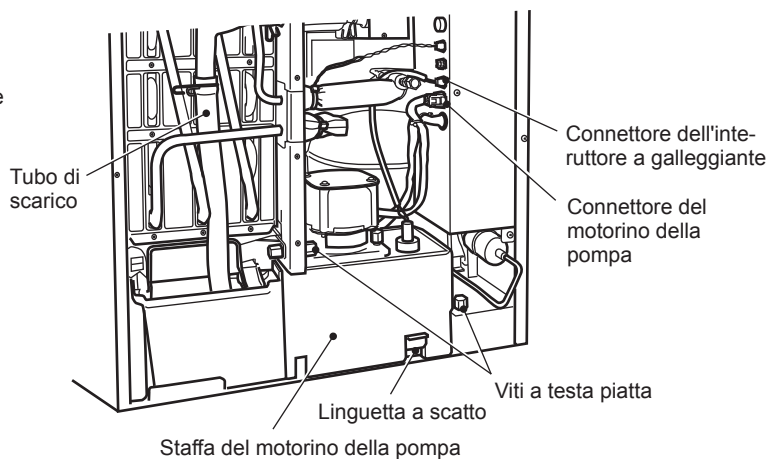

Fig. 2
- 2) Svitare le due viti a testa piatta che fissano la staffa del motorino della pompa. Vedere Fig. 2.